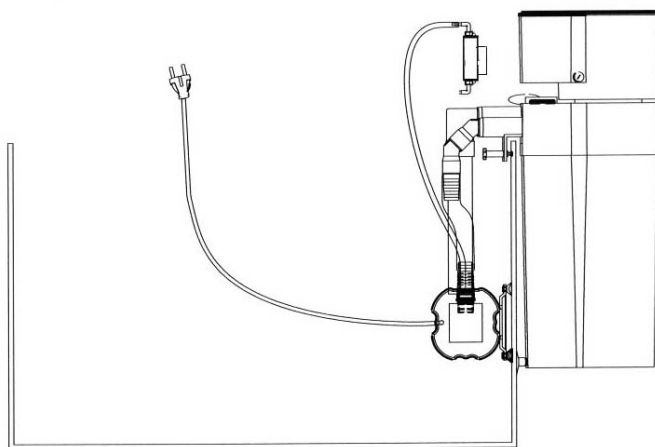

Fig. 3: Turboflotor Blue 3000 - "Hang on"
1. Come schiumatoio esterno, montato direttamente sull'acquario: "Hang on", (fig. 3)
Installazione come schiumatoio esterno all'acquario - Hang on (fig. 3):